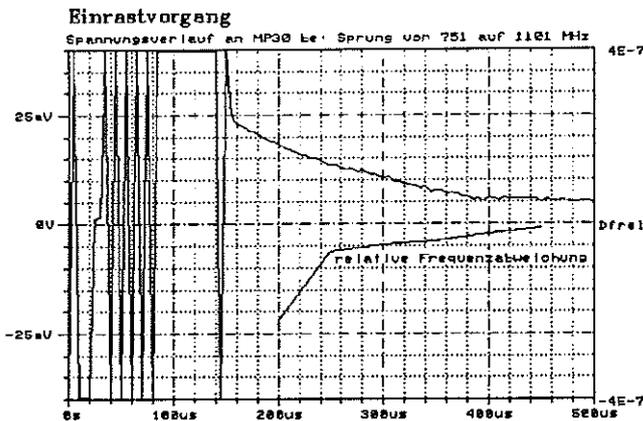

Abb. 2
- ▶ Die Spannungsänderung am Ausgang des Phasendetektors darf sich 300 bis 400 us nach Baugruppenstrobe nur noch um maximal 10mV ändern. Es ergibt sich ein Spannungsverlauf wie in Abbildung 2.